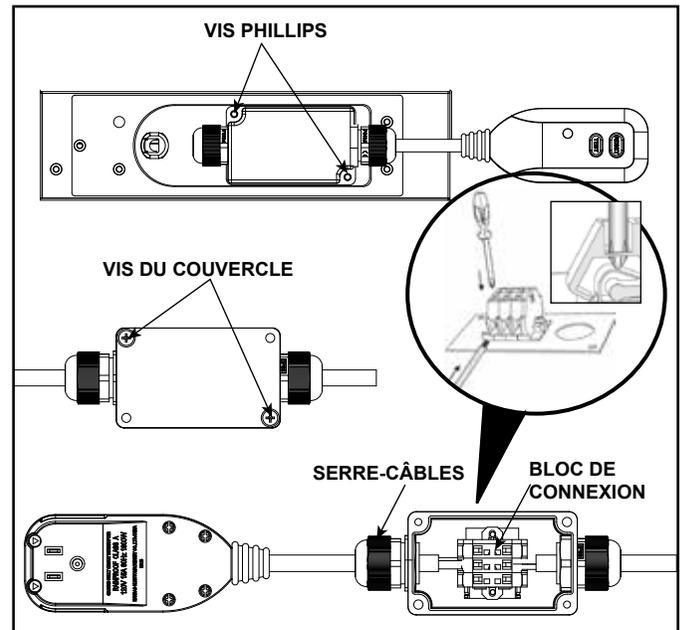

Figure 4.10
1. Retirez le boîtier du bornier situé à l'extrémité supérieure droite de l'appareil, en retirant les deux vis à tête cylindrique. Sur la face inférieure du boîtier du bornier, retirez les deux vis Phillips restantes qui fixent la plaque de recouvrement au boîtier. Voir la figure 4.10.